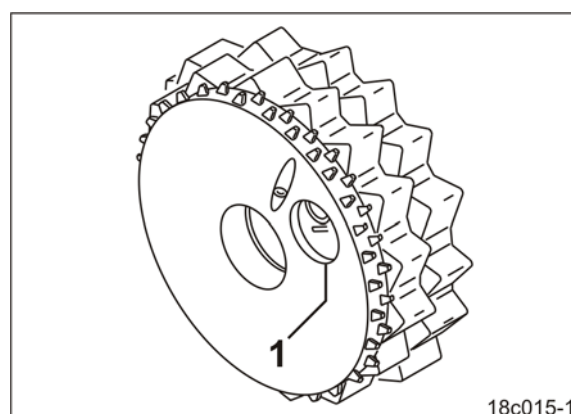

Fig. 118
5. Das Spornrad soweit rechts herum drehen, bis die Bohrungen (Fig. 118/1) der Feinsäräder sichtbar sind.